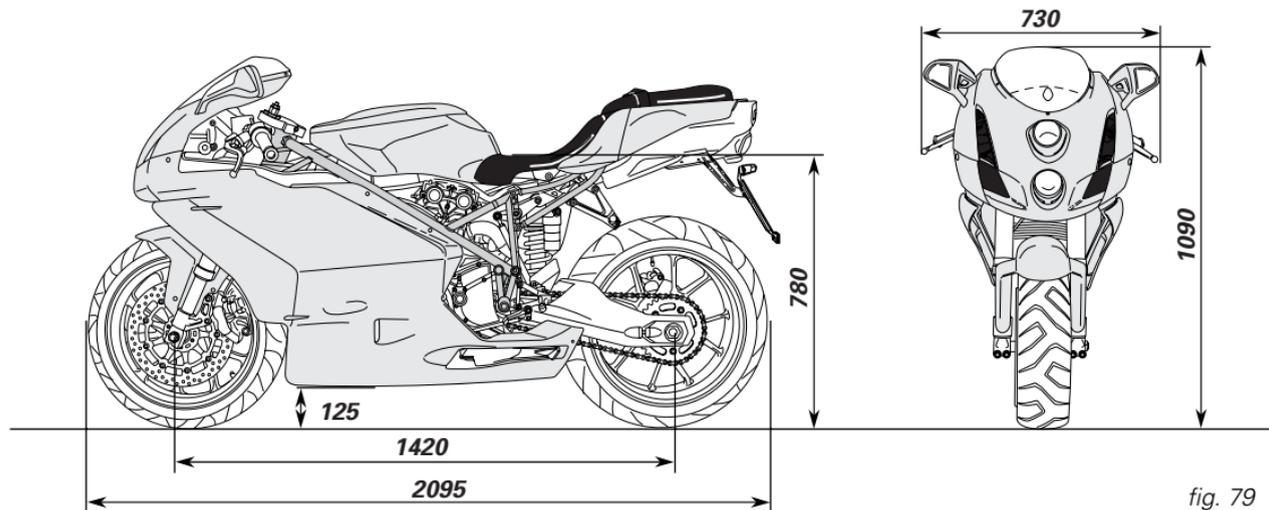

fig. 79
**Encombrement** (mm) (fig. 79) (999/999S)